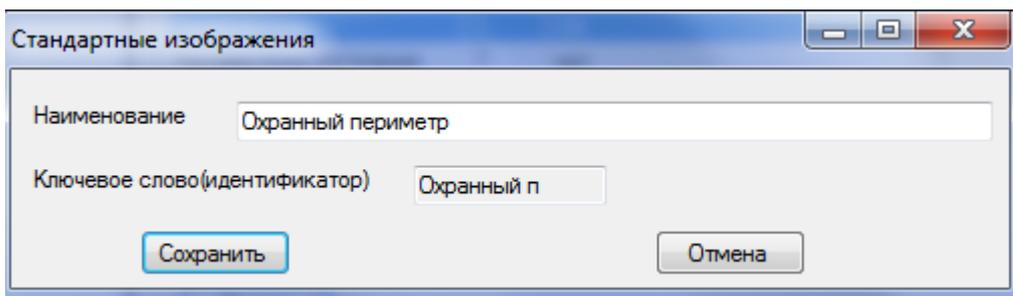
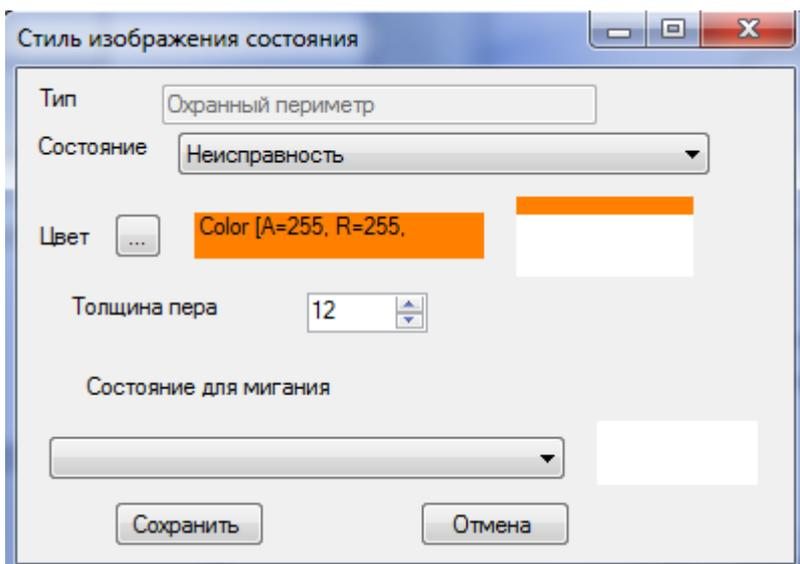

Рисунок 30. Вид вкладки "Ломанные отрезки"
Рисунок 31. Вид окна "Стиль изображения состояния"
-  - добавление объекта в виде многоугольника (рисунок 31);
Вид вкладки «Ломаные, отрезки» (см. Рисунок 30), а также действия, совершаемые в ней аналогичны вкладке «Отображение зон» (см. Рисунок 31), за исключением отсутствия закрашки и штриховки в свойствах состояний. Типы отображений создаются отдельно для ломаных линий и для отрезков посредством соответствующего переключателя.